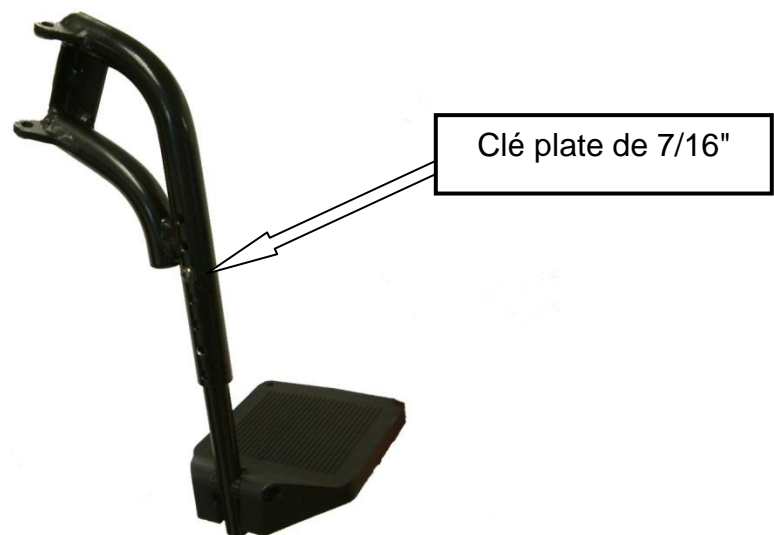

Figure 20 : Ajustement de la longueur des appuie-pieds.
- 1- Dévisser complètement à l'aide d'une *clé plate 7/16"* la vis indiquée sur la figure 20 ci-dessous. Cette vis est la même pour tous les modèles d'appuie-pieds.